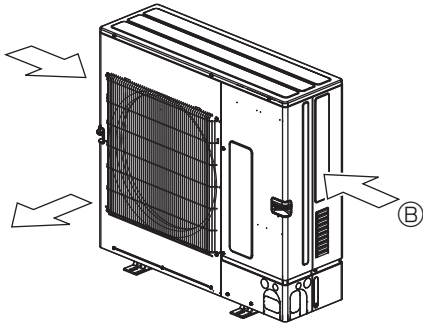

Fig. 2-5
- ② หากเป็นไปได้ ควรจัดตำแหน่งเครื่องเพื่อให้ช่องลมออกปล่อยลมในทิศทางที่ตั้งฉากกับทิศทางลมตามฤดูกาล (Fig. 2-5)